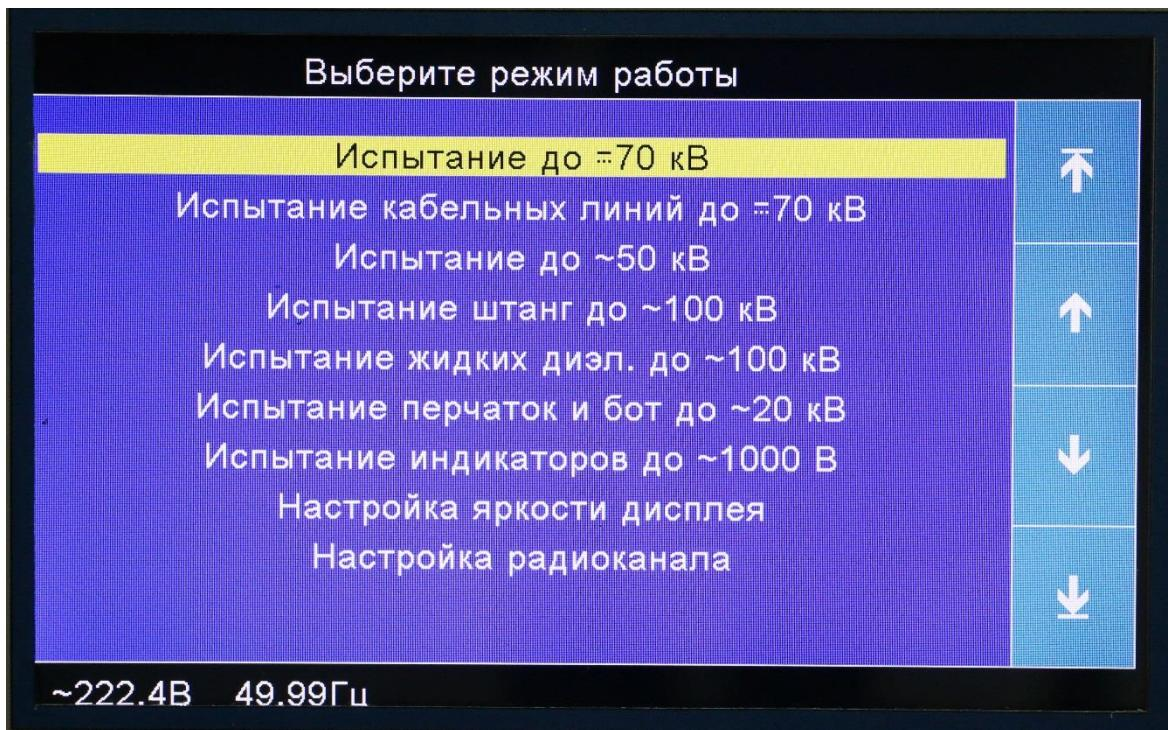

Рис.4.5. Основное меню блока управления, возникающее при его включении
- 8.1.4 Нажать кнопку «ПУСК» на лицевой панели БУ. На экране появится изображение главного меню (рис.4.5) и загорится красный сигнальный светильник над входом на испытательное поле.
мониторе блока управления «» или «» оператор активизирует (выделяет желтым цветом) поочередно строки основного меню (рис.4.5). Выбрав необходимый режим работы (т.е. активизировав определенную строку главного меню), оператор должен нажать кнопку «ВЫПОЛНИТЬ» блока управления (включится сирена на 1-2с.) При этом, блок управления переходит в работу по выполнению выбранного режима. Быстрый переход на крайние строки основного меню может быть осуществлён нажатием кнопок блока управления, расположенных рядом с символами на мониторе блока управления «» «».